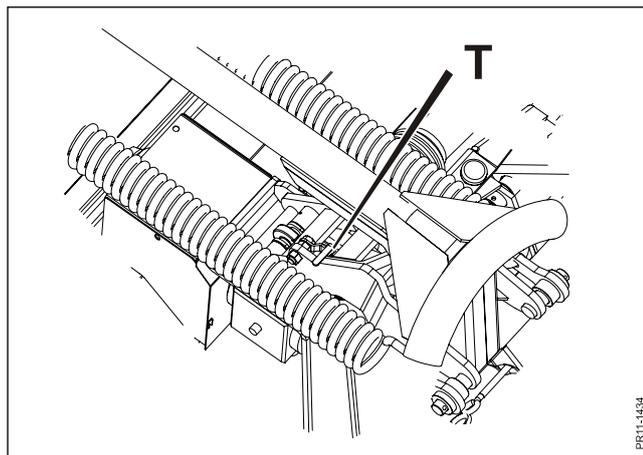

Fig. 3-16
**Fig. 3-16** Vor dem Transport die Transportverriegelung **T** zu der Position kippen, in der die Sperrfeder stramm ist. Wird dies getan wenn das Schneidwerk nicht ganz oben ist, wird die Transportverriegelung in Eingriff gehen, wenn das Schneidwerk zum ersten Mal gehoben wird.